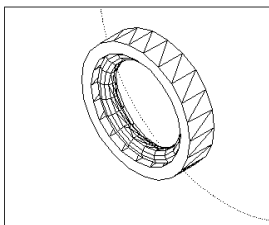

图 15-95
(59) 差集处理。单击  按钮或者在命令行直接输入 `subtract`。用上述实体减去圆环体生成外环滚道，结果如图 15-95 所示。